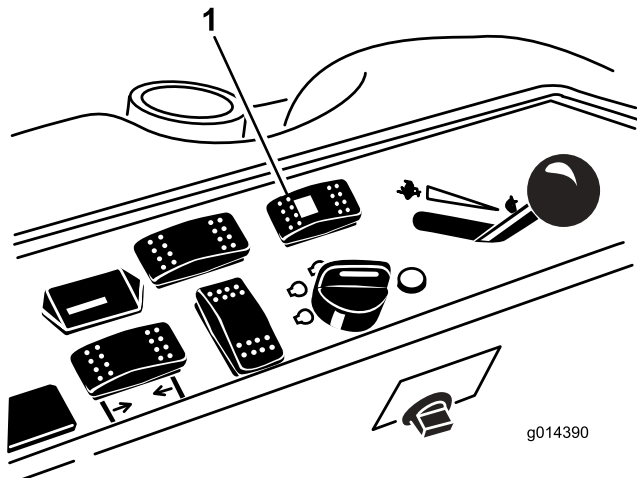

Figura 43
1. Presione el interruptor de selección de la dirección hacia atrás (dirección a cuatro ruedas) (Figura 43).